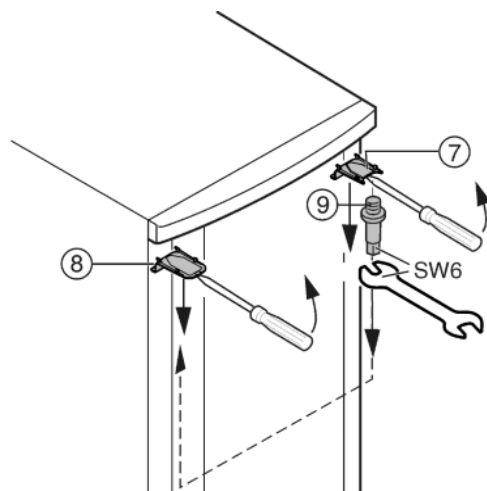

Fig. 6
- ▶ Odstraňte kryt Fig. 6 (7) a kryt Fig. 6 (8) šroubovákem vpředu uvolněte ze západek a odstraňte pohybem šikmo směrem dolů.
- ▶ Vyšroubujte ložiskové čepy Fig. 6 (9) a na protější straně zašroubujte silou (**4 Nm**).
- ▶ Namontujte opět kryt Fig. 6 (7) na straně ložiskového čepu: vzadu nasadte, vpředu nechte zaskočit do západek.
- ▶ Namontujte opět kryt Fig. 6 (8) na protější straně: vzadu nasadte, vpředu nechte zaskočit do západek.
- ▶ Zavěste dveře nahore do ložiskového čepu Fig. 6 (9).